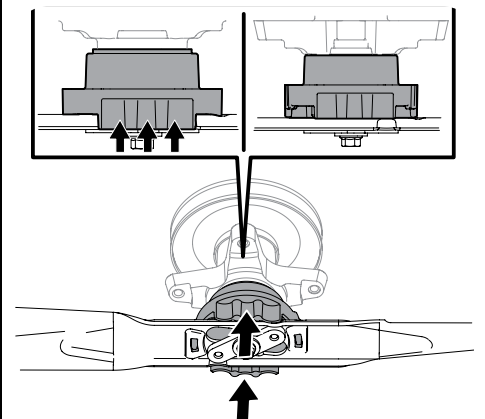

Figura 4-10
9. Empuje la cuchilla hacia arriba contra el adaptador de la cuchilla hasta que se eleve el collar de arriba. Ver Figura 4-10.